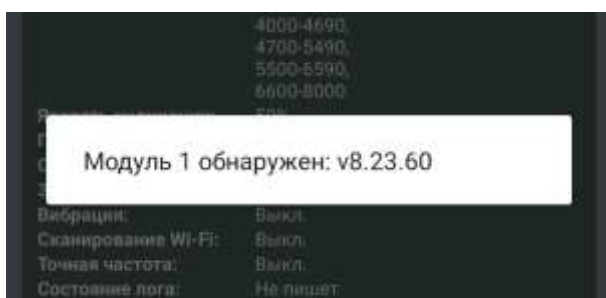

Рисунок 12
- после получения ответа от блока обнаружения на экран смартфона выводится сообщение с текущей версией программного обеспечения (рисунок 12) и автоматически открывается диспетчер файлов, в котором нужно выбрать загруженный zip-файл;